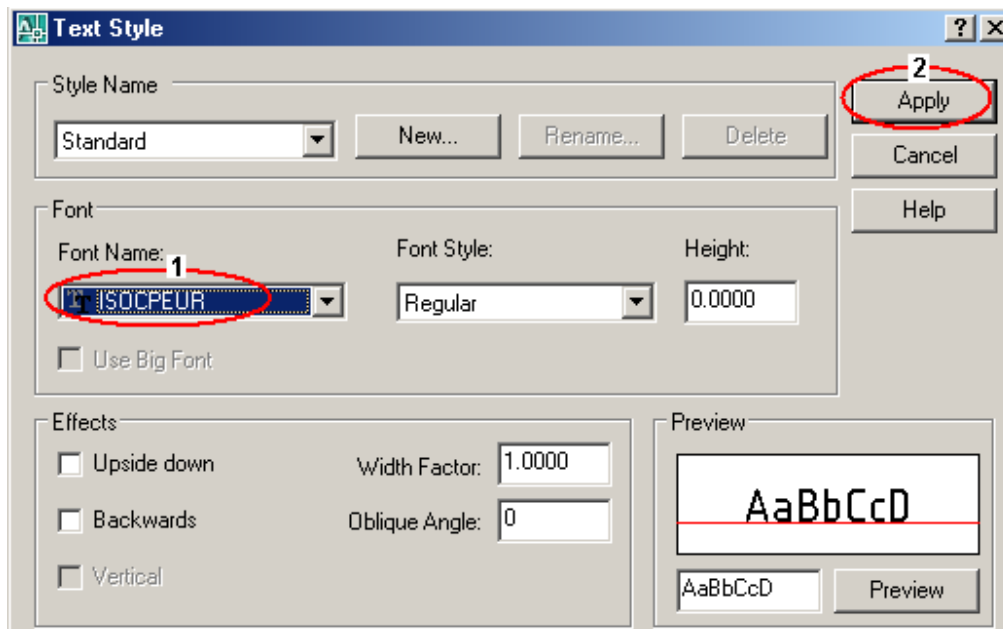

Figura 11.9: Formatação do texto.
Inicialmente para garantir a inserção de fonte técnica vá à barra padrão e clique em (A) *Text Stile* (formatar texto) e escolha o nome da fonte (1) como sendo ISOCPEUR, clique em *apply* (2). Veja a figura 11.9.
1. Em *atributos* (4), no campo *tag* (Identificador) digite a primeira letra da palavra ou frase “T” que aparecer  no campo correspondente na legenda. No campo seguinte *Prompt*, digite uma pergunta “Qual o t tulo?”. No campo *Value* (Valor), digite o mais prov vel “DESENHO ARQUITET NICO”.
2. Em *Text Options* (5) (Op  es de texto), no campo *Justification* escolha **Center**, neste caso do t tulo, para outros campos, como nome, por exemplo, escolha **Left** (esquerda). No campo *Text Style*, j  definimos o estilo ISOCPEUR, mostrado na figura 11.9. No campo *Height* (Altura) ajuste para 5, para os demais campos da legenda use 2,5.